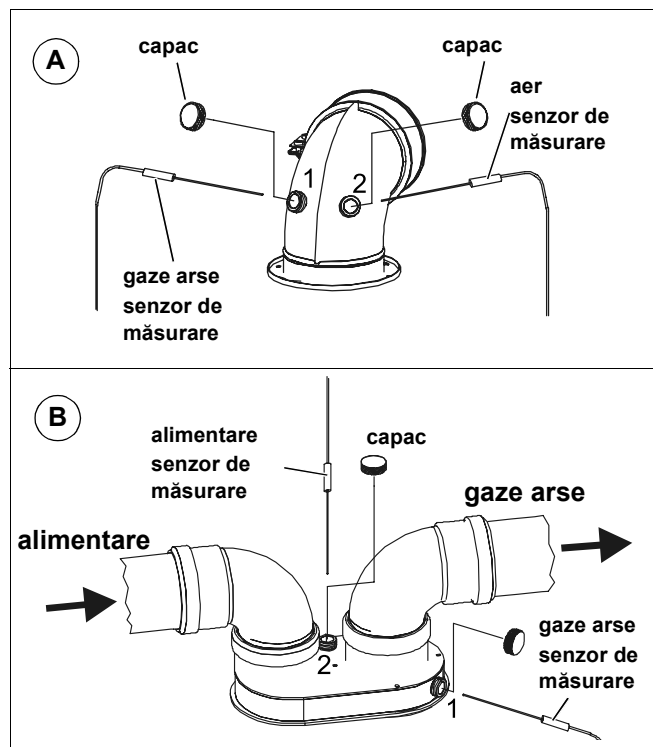

Fig. 22 Determinarea pierderii gazelor arse (dimensiuni în mm)
- Măsurarea temperaturii de alimentare aer (în °C) din orificiul 2 (Fig. 22, **Poz. A**)
- Măsurarea temperaturii gazelor arse (în °C) și a conținutului de CO₂ sau a O₂ (în %) din orificiul 1 (Fig. 22, **Poz. A**)
- Măsurarea temperaturii de alimentare (în °C) din orificiul 2 (Fig. 22, **Poz. B**)
- Măsurarea temperaturii de evacuare (în °C) și a conținutului de CO₂ sau a O₂ (în %) din orificiul 1 (Fig. 22, **Poz. B**)